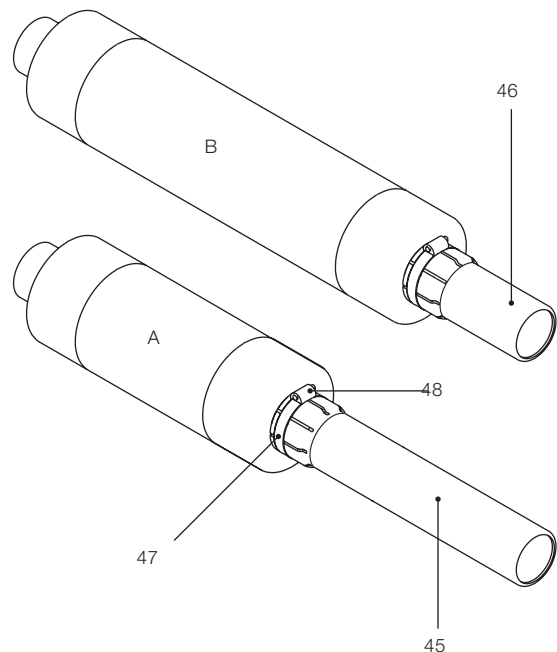

Fig. 19a
a) Montage des adaptateurs (fig. 19a)